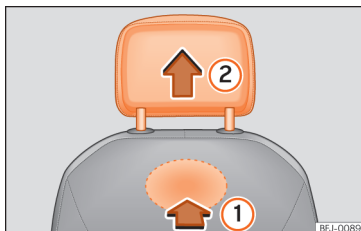

Fig. 96 Reposacaps davanter: desmuntatge.
- Per desbloquejar-lo, busqueu el rebaix situat a la part posterior del respall per la zona marcada i premeu en el sentit de la fletxa »» fig. 96 ①.
- Traieu el reposacaps en el sentit de la fletxa ②.